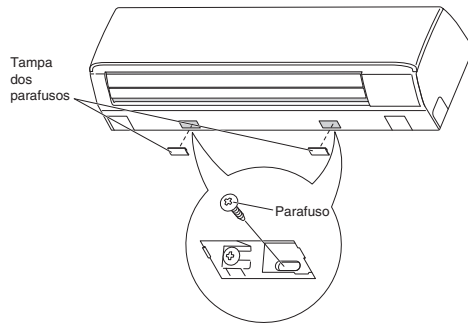

Fig. 3-104
- Retire a tampa dos parafusos na superfície inferior. (Fig. 3-104)
- Aperte a armação ao painel traseiro utilizando os 2 parafusos para madeira fornecidos 4 x 10 mm. (Fig. 3-104)